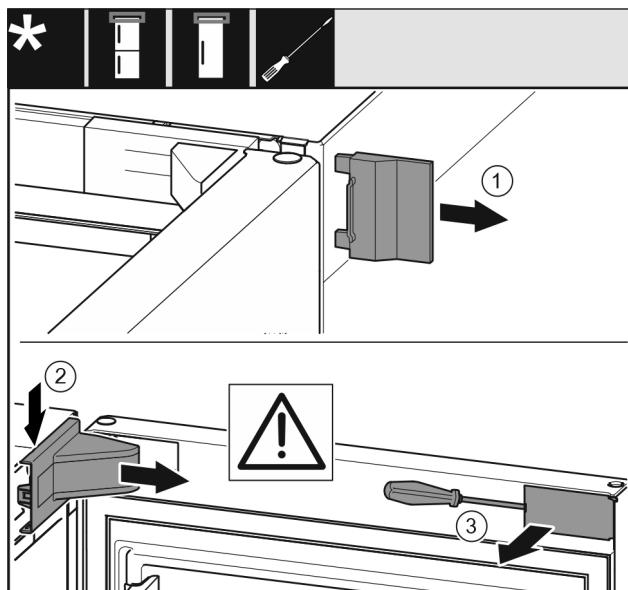

Fig. 8
► 取下外盖 Fig. 8 (1)。
► 拆卸并取下托架盖 Fig. 8 (2)。
► 使用带槽螺丝刀松开隔板 Fig. 8 (3) 并把它转到一边。